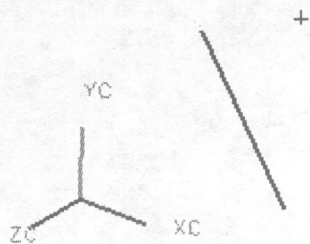
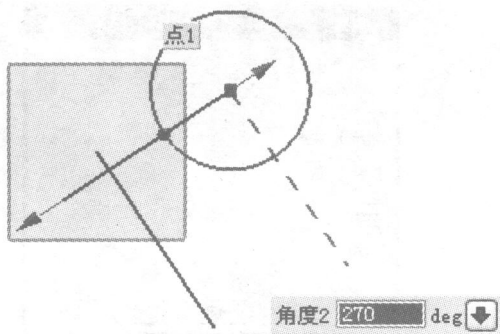

图 1-7 打开文件示意图
图 1-8 构造直线示意图
(3) 点-角度
- 打开随书光盘“01/dian3.prt”文件，如图 1-7 所示。
- 选择菜单栏【插入】→【曲线】→【直线】或者单击图标，单击【约束】下拉列表中的【起始位置=点】按钮，选择图 1-7 所示的点。
- 如图 1-8 所示，选择【约束】为【角度】按钮，然后选择图 1-7 所示的直线。